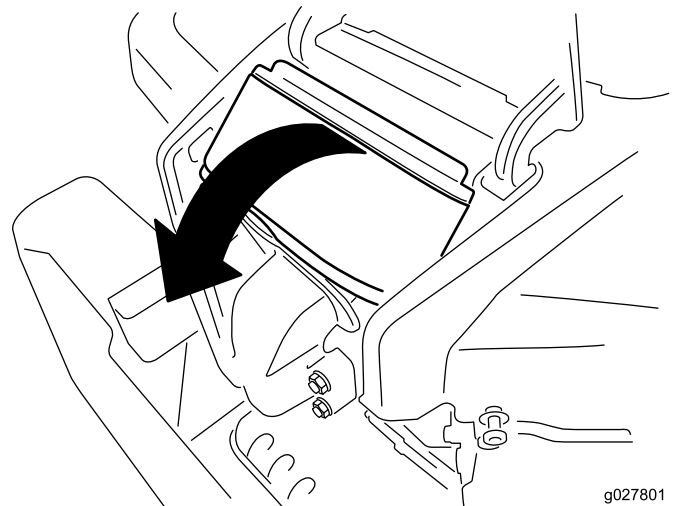

Figura 33
4. Sollevate il coperchio e ruotate il gruppo del filtro dell'aria per estrarlo dal motore (Figura 33).